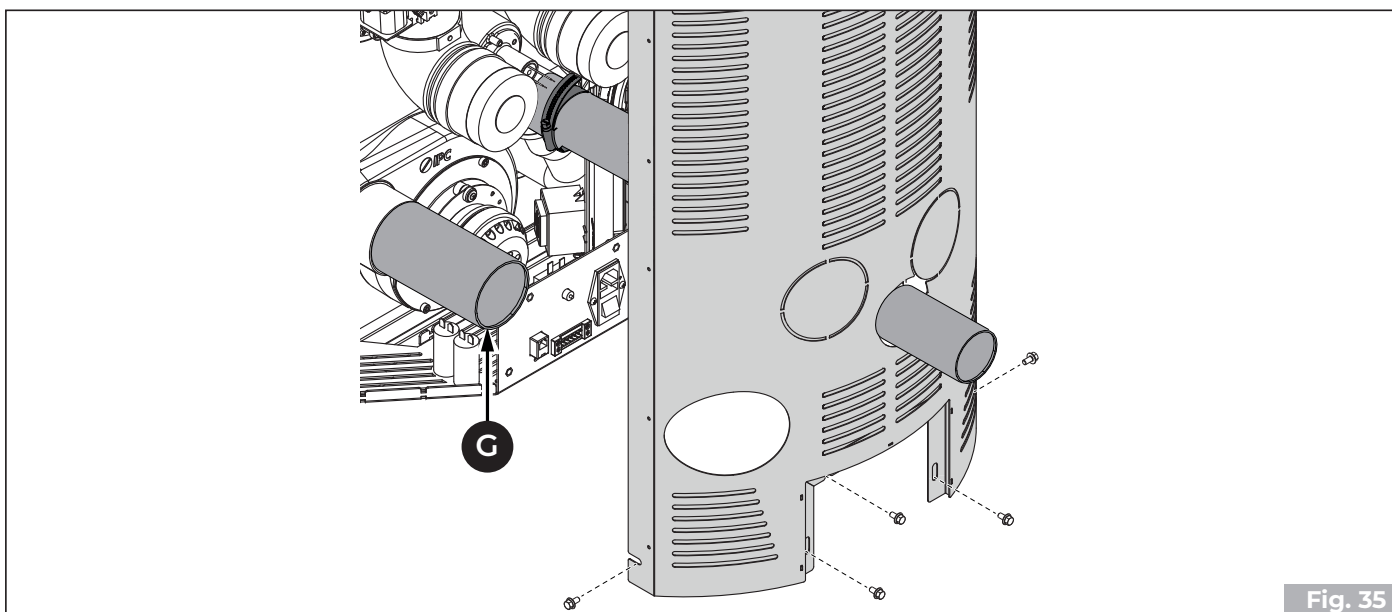

Fig. 35
- Collegare il tubo uscita fumi **(G)** ("Fig. 35").